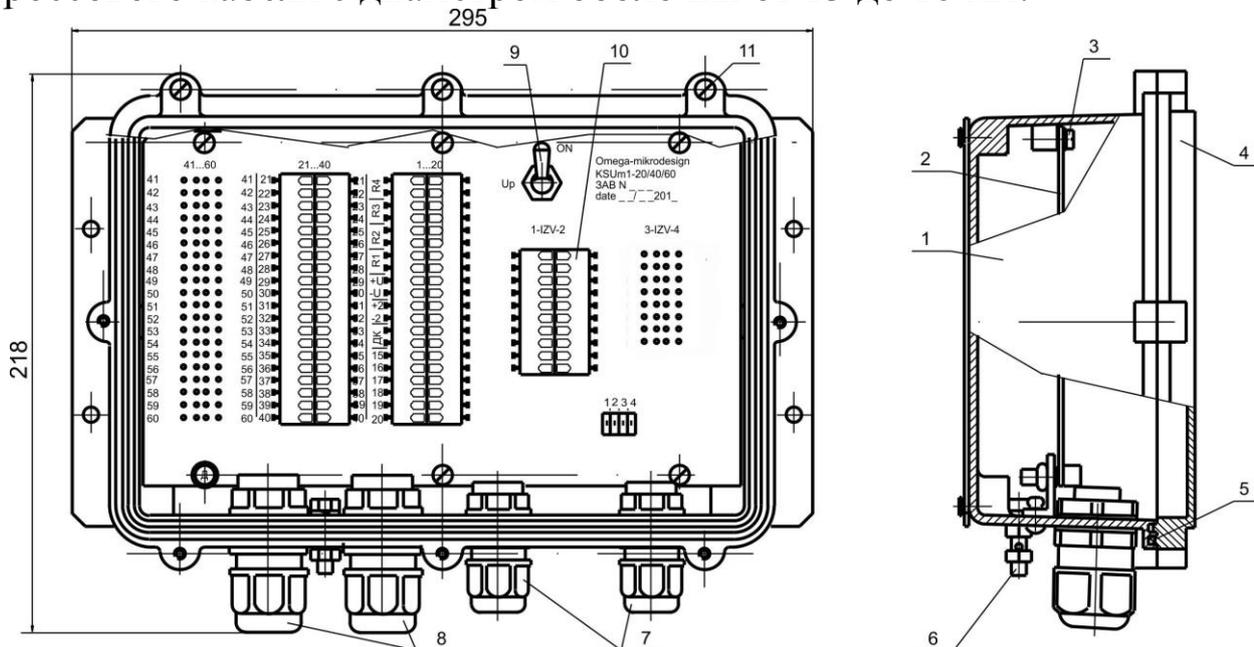

Рис. 1
3.1. **КСУМ1** выполнена в литом алюминиевом заземляемом корпусе 1 (см. рис. 1) со степенью защиты IP65. Внутри корпуса 1 установлена печатная плата 2, закрепленная винтами 3, на одном из которых установлена пломбировочная чашка с оттиском знака ОТК предприятия изготовителя. Съёмная крышка 4 с уплотнением 5 закрепляется к корпусу восемью невыпадающими винтами 11, на одном из которых может устанавливаться пломбировочная чашка. Провод заземления подключается к клемме 6. С нижней стороны корпуса установлены два гермоввода 8 для кроссовых кабелей и два гермоввода 7 для кабелей ответвлений на извещатели.
3.2 На плате **КСУМ1** (см. рис. 1) установлены тумблер «Ур» 9 включения напряжения питания извещателей, пружинные безвинтовые зажимы 10 для подключения проводов и переключатели «Р1...Р4» режимов работы извещателей «Призма-...Н». При включении переключателей «Р1...Р4», соответствующий зажим «Р1...Р4» подключается к линии «+U», т. е. на него подается напряжение питания.
3.4. Гермовводы 7 (см. рис. 1) предназначены для ввода кабелей с диаметром внешней оболочки от 6 мм до 10 мм, гермовводы 8 для трансляции
3.5. Специальные зажимы 10 (см. рис. 1) обеспечивают надежное соединение проводов и не требуют сезонного обслуживания. Допускается объединение в каждую цепь нескольких скрученных не менее чем на 5 оборотов проводников суммарным диаметром сечения не более 2,5 мм.